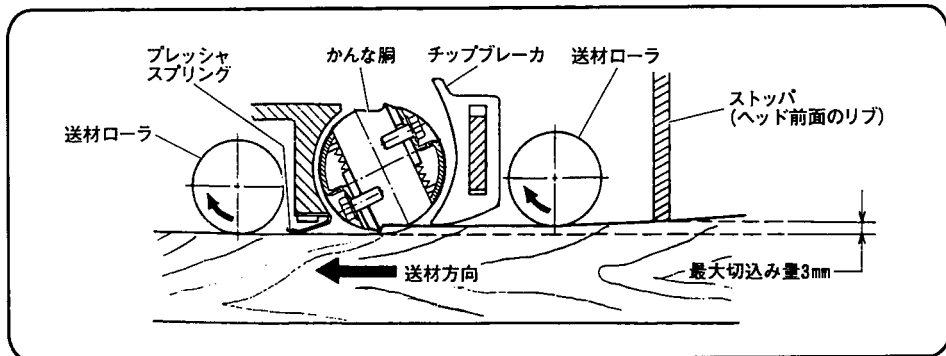

図 8
- 注** ●最大切込み量 3mm 以上削ろうとしても木材はストップ（図 8）に当り入りません。この場合は切込み量を 3mm 以下にし、2 回以上に分けて切削してください。